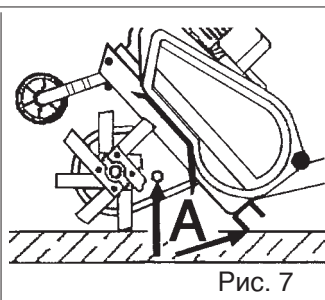

Рис. 7
- a) Ослабьте винтовую пробку (рис. 7)